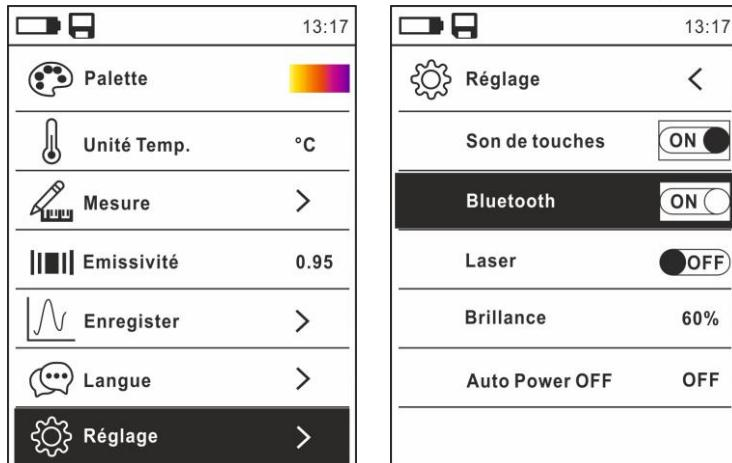

Fig. 43: Activation connexion Bluetooth
- Appuyer sur la touche , sélectionner le menu « Réglage » et activer la connexion Bluetooth sur l'instrument (voir § 4.3.8) comme le montre la Fig. 43